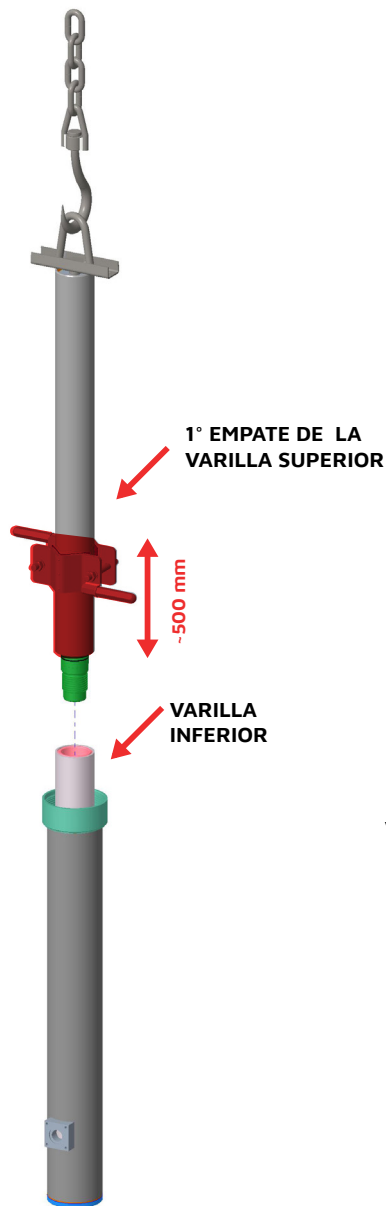

Fig 6
2. Desmontar el gancho superior y quitar el TPG (cabezal del soporte de la junta), la junta del raspador de aceite, la junta de sellado. Posteriormente, vuelva a montar el gancho con solo los tornillos largos TCEI (Fig. 6).
6. Atornille la varilla alrededor del 90% usando el primer empate. Levante la varilla unos 50 cm para permitir la fijación del segundo empate en la varilla inferior. Asegúrese de que el segundo empate esté colocado sobre la unión del cilindro inferior para evitar que la varilla se caiga **(Fig 6)**